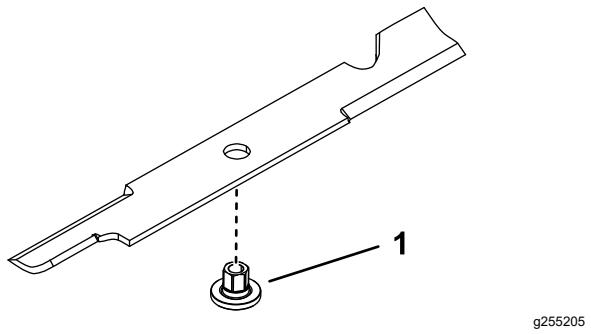

Figura 78
- Instale o casquilho através da lâmina com a flange do casquilho na parte inferior (relva) da lâmina (Figura 78).